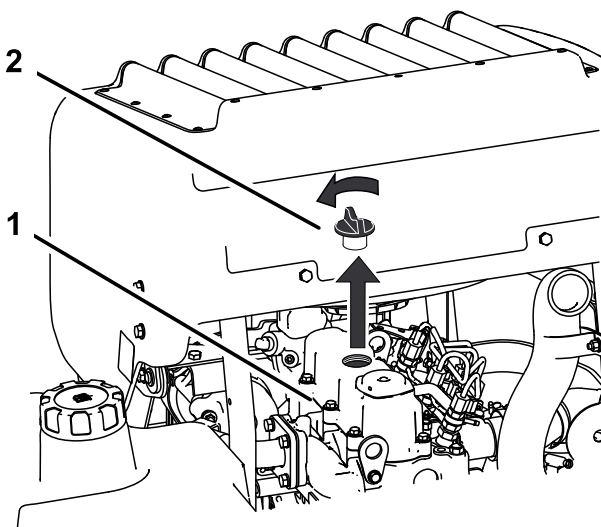

Bild 41
6. Nehmen Sie den Deckel des Einfüllstutzens oben am Motor ab (Bild 41). Dies erleichtert das Ablassen des Öls.
2. Nehmen Sie den Peilstab und den Deckel ab (Bild 41).